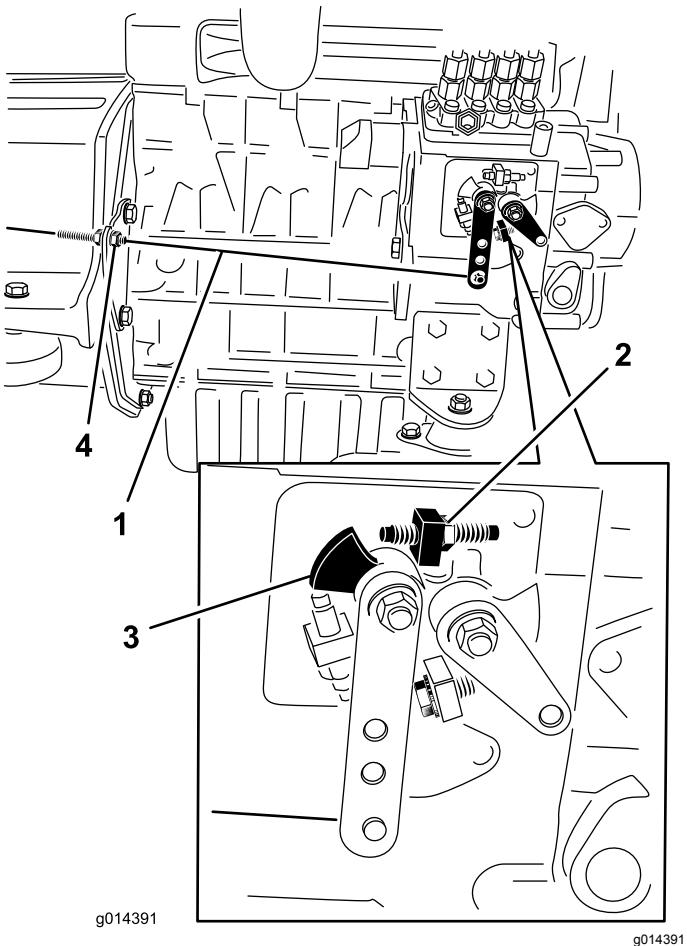

Figura 34
- Compruebe la posición de la palanca de control de velocidad de la bomba de inyección de combustible. La palanca de control de velocidad debe estar en contacto con el tornillo de alta velocidad cuando la palanca de control del acelerador está en la posición de RÁPIDO (Figura 34).
- Si es necesario, ajuste la posición de las contratuerzas del cable de control del acelerador hasta que la palanca de control de velocidad entre en contacto con el tornillo de alta velocidad cuando la palanca de control del acelerador está en la posición de RÁPIDO (muesca) (Figura 34).